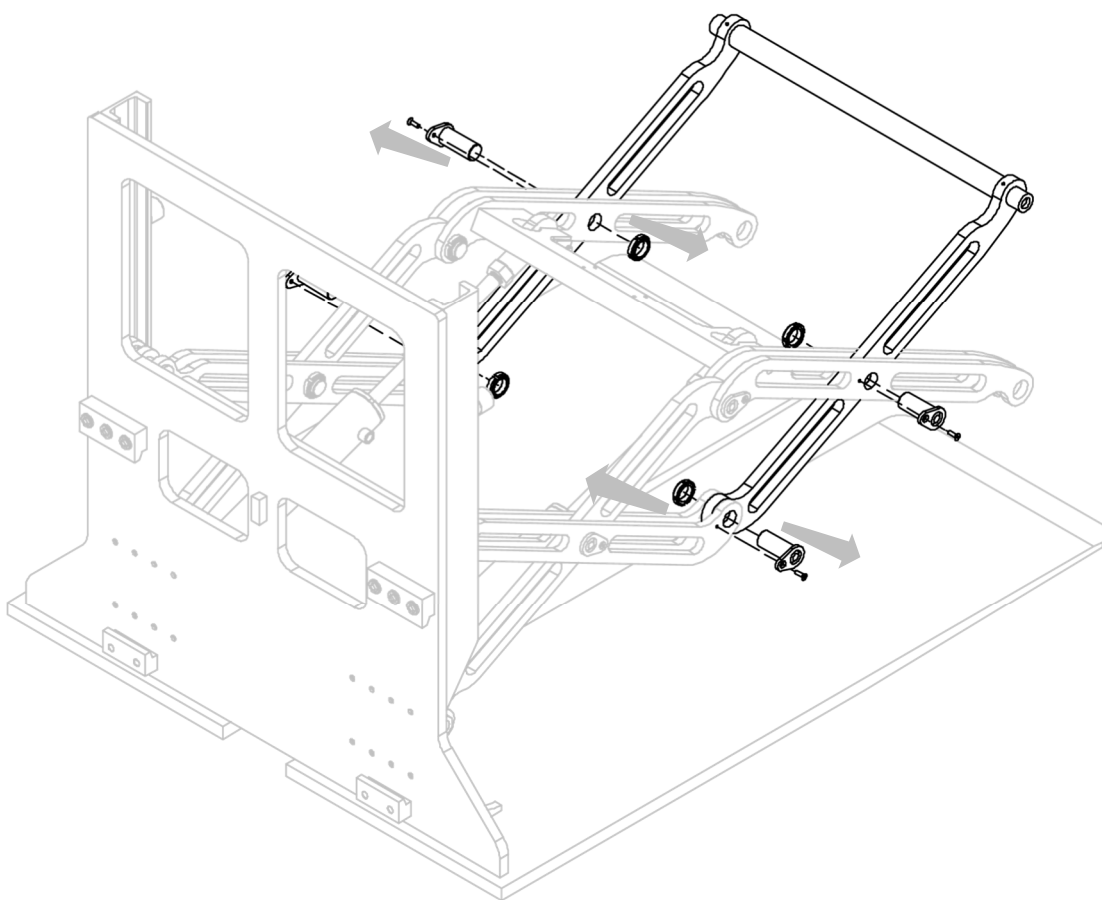

Figura 20
3. Extraer los pernos (con los tornillos y tuercas correspondientes) que bloquean el par de brazos (ver Figura 20).